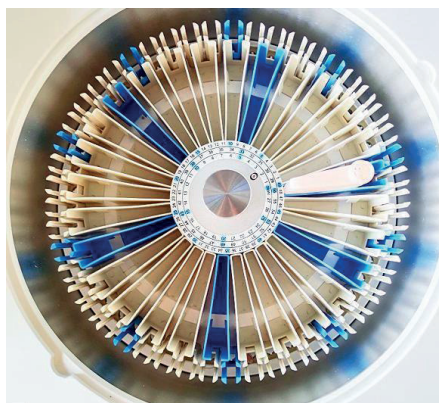

Figura 13-49 Solução de limpeza da posição do reagente adicionando
2. Método de adição de solução de limpeza de posição de reagente: coloque a solução de limpeza C na 28ª posição de reagente da bandeja de reagente e amostra, como mostrado na Figura 13-49.
3. Método de adição da solução de limpeza da posição da amostra: a solução de limpeza C é adicionada ao copo da amostra e é colocada na 60ª posição da bandeja da amostra, como mostrado na Figura 13-49.